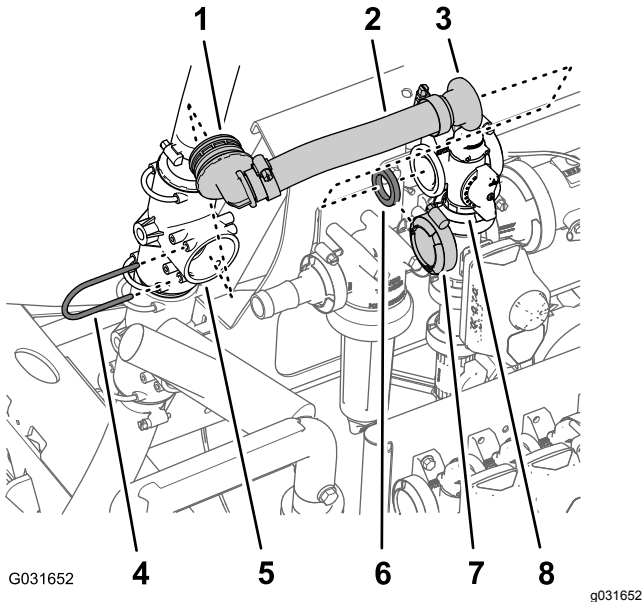

Figura 217
1. Togliete il fermo che fissa il raccordo dentellato a 90° del flessibile di bypass al raccordo a T superiore e rimuovete il raccordo a 90° dal raccordo a T (Figura 217).
2. Rimuovete il morsetto flangiato che fissa il raccordo flangiato diritto e la guarnizione alla flangia della valvola dell'agitatore e rimuovete il flessibile di bypass dalla macchina (Figura 217).